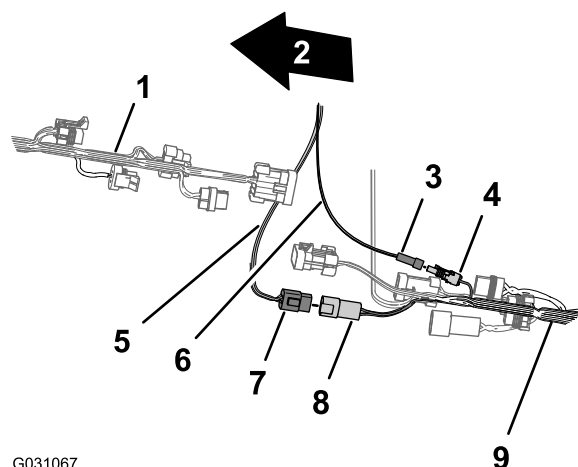

Figure 169
3. Branchez le connecteur à 4 broches du faisceau de données pour CAN 2/contrôleur de pulvérisation au connecteur à 4 douilles du faisceau arrière pour le circuit Can 2/contrôleur de pulvérisation (Figure 169).
4. Branchez le connecteur à 1 broche du faisceau électrique au connecteur à 1 douille du faisceau arrière (Figure 169).